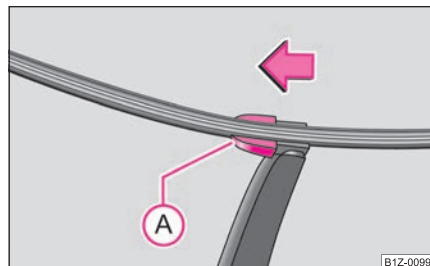

Fig. 56 Escobilla de la luneta posterior
- Separar el brazo de la escobilla del cristal y colocar la escobilla en posición perpendicular al brazo ⇒ fig. 56.